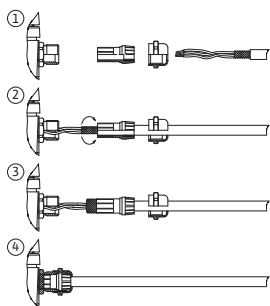

Fig. 25: Schirmauflage
Der Schirm wird mit der Kabeldurchführung am Elektronikmodul verbunden. Siehe Fig. 25.
Die Kabel der Digitaleingänge, Analogeingänge und der Buskommunikation müssen über die Metallkabelverschraubung der Kabeldurchführung (Fig. 19, Pos. 4, 5 und 6) abgeschirmt sein. Abschirmung siehe Fig. 25.
1. Schnapphaken (Fig. 25) vorsichtig mit einem Werkzeug (z. B. Schraubendreher) öffnen.